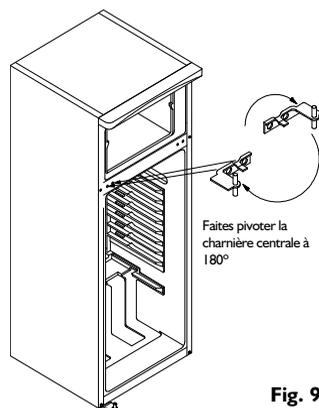

Fig. 9
8. Retirez la douille supérieure et déplacez-la du côté gauche (Fig. 9). Desserrez la vis de l'arrêt de la porte du compartiment congélateur du côté droit et retirez l'arrêt. Montez l'arrêt de gauche du côté gauche (Fig. 9). (Vous pouvez utiliser l'arrêt de porte du congélateur (gauche) présent dans l'enveloppe contenant le manuel de l'utilisateur).
7. Faites pivoter la charnière centrale à 180°. Remontez les portes des compartiments réfrigérateur et congélateur avec la charnière centrale (point 2 dans l'ordre inverse). Fixez la charnière centrale en serrant les vis (Fig. 9).